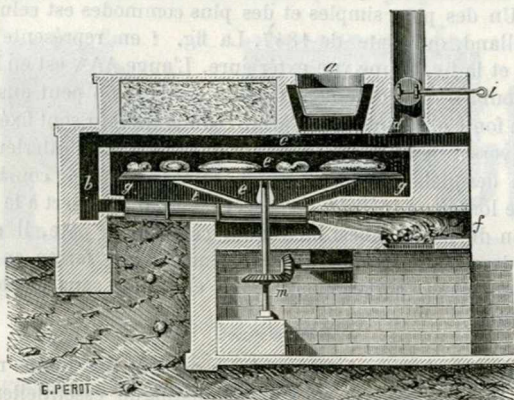

Fig. 3.
2. Le four Rolland, dont la fig. 3 donne une coupe, appartient au second système. Il est en briques et en métal. La sole *gg* est tournante et disposée de façon à pouvoir être élevée ou abaissée